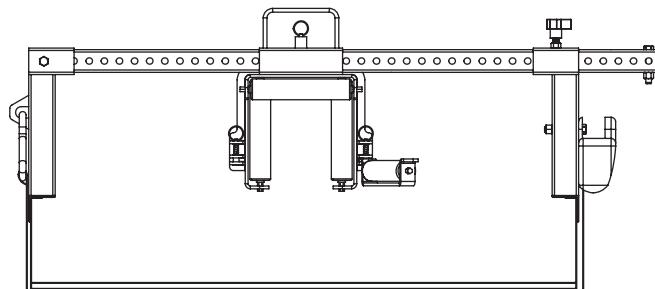

Figure 3
- Pour dégager un câble du guide-câbles, tirer sur l'une des deux goupilles de verrouillage à ressort et faire pivoter le rouleau inférieur pour l'ouvrir, comme à la Figure 3. Veiller bien soutenir le poids du câble lors du pivotement du rouleau, afin de ne pas déformer l'armature du rouleau détaché.